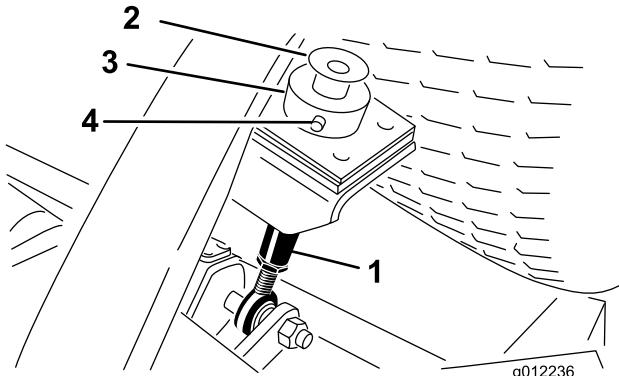

Figura 23
3. Retire o contrapino tipo grampo e pino de segurança que fixam o anel da altura de corte à barra de altura de corte na parte posterior da unidade de corte (Figura 23). Retire o anel da altura de corte.
2. Retire o parafuso e anilha montados na parte superior de cada barra de altura de corte (Figura 23).